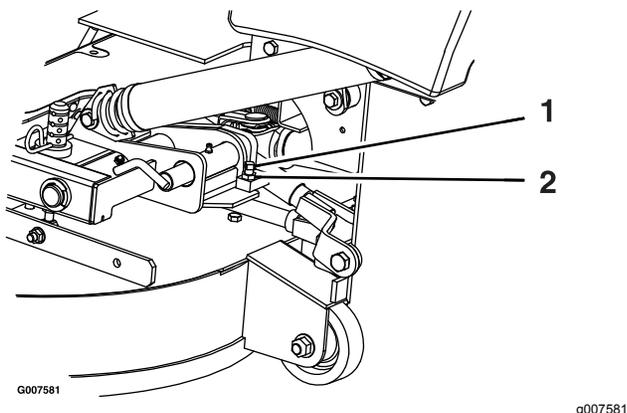

Figura 82
2. Allentate il controdado e ruotate la vite di arresto in senso orario, fino a quando il perno di bloccaggio non è serrato e non può essere ruotato a mano (Figura 82).